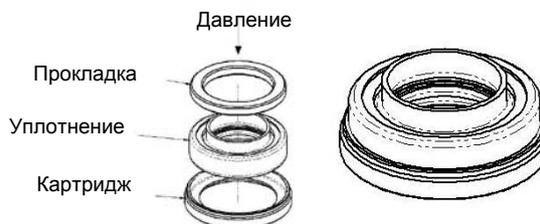

Рис. 1
1. Чтобы собрать картридж уплотнения, выдавите старое уплотнение из картриджа. Картридж используется повторно после установки нового уплотнения, которое вдавливается в него. Кромка уплотнения должна быть на противоположной стороне, как показано на рис. 1.